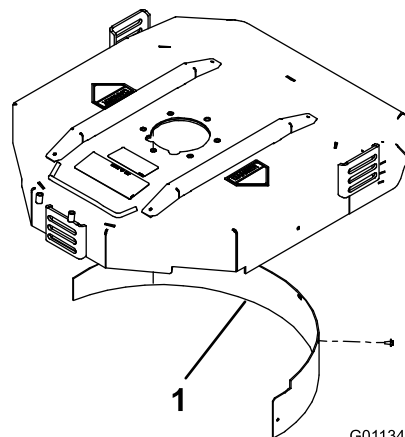

図 20
2. 後部の取り付け穴にマルチングバッフルを取り付け、フランジヘッドボルト5本で固定する 図 20。